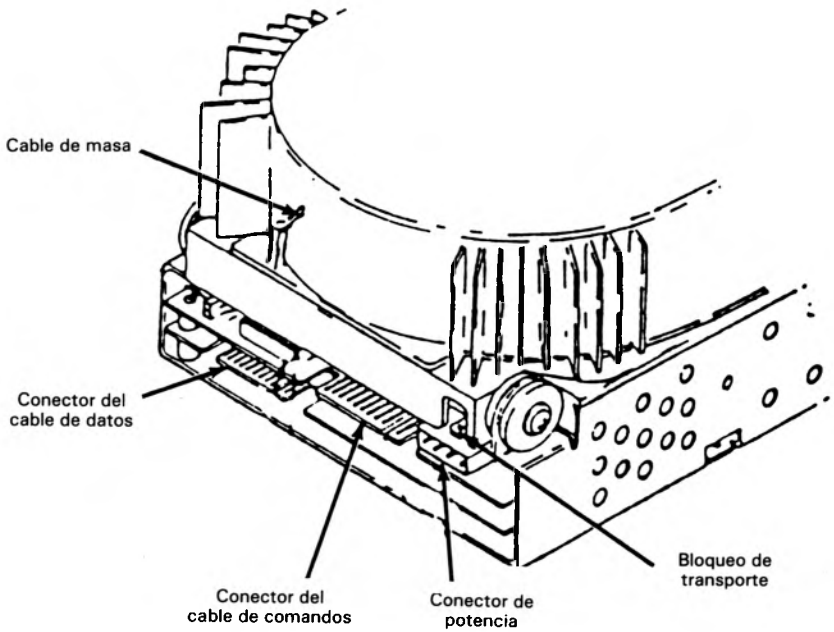

Figura 2
6. Conecte los cables de comandos y datos a la unidad de disco según se muestra en la Figura 2.
7. Conecte el cable de potencia y el cable de masa a la unidad de disco según se muestra en la Figura 2.